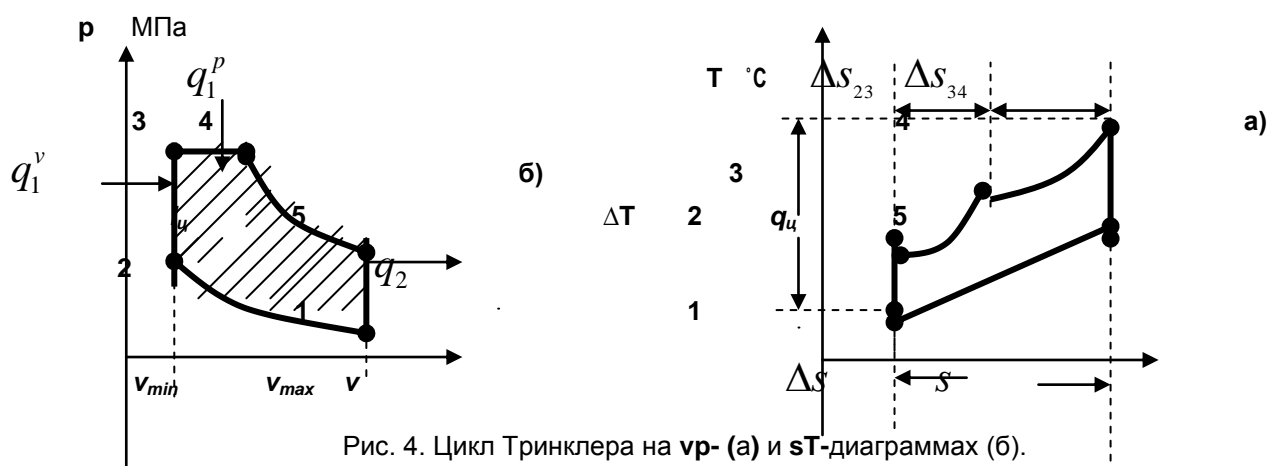

Рис. 4. Цикл Тринклера на **vp**- (а) и **sT**-диаграммах (б).
На рис. 4 приведены **vp**- (а) и **sT**-диаграммы (б) цикла ДВС со смешанным подводом теплоты (Тринклера).
2.2.1. Количество подведенной теплоты $Q_1 = q_1^v + q_1^p$ (рис. 4). В процессе $2 \rightarrow 3$ осуществляется изохорический подвод теплоты $q_1^v = c_v(T_3 - T_2)$, а в процессе $3 \rightarrow 4$ – изобарный подвод теплоты $q_1^p = c_p(T_4 - T_3)$. Таким образом, количество подведенной теплоты $Q_1 = c_v(T_3 - T_2) + c_p(T_4 - T_3)$.
2.4. Определить полезную работу цикла $\left[\frac{\text{кДж}}{\text{кг}}\right]$. Эта величина численно равна площади плоской фигуры, контуром которой является цикл. На рис.4а эта площадь заштрихована. При этом работа произвольного процесса $a \rightarrow b$ в общем случае определяется из выражения $l_{a \rightarrow b} = \int_{v_a}^{v_b} p(v) dv$,
что численно равно площади под кривой, которую на vp -диаграмме описывает данный процесс. Чтобы найти площадь заштрихованной фигуры (рис. 4а), нужно площадь прямоугольника под отрезком $3 \rightarrow 4$ сложить с площадью криволинейной трапеции под дугой $4 \rightarrow 5$ и вычесть площадь криволинейной трапеции под дугой $1 \rightarrow 2$. Поэтому работа нашего цикла будет равна $l_{\text{пол}} = l_{3 \rightarrow 4} + l_{4 \rightarrow 5} - l_{1 \rightarrow 2}$.